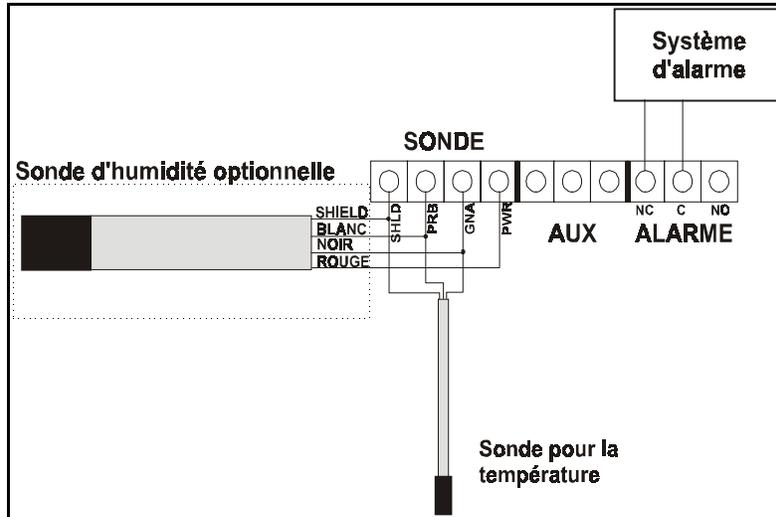
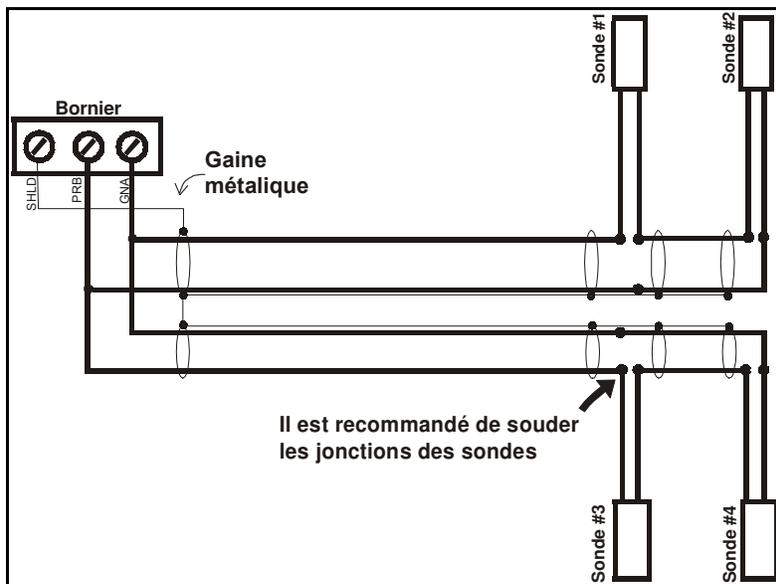

Fig. 4
Fig. 5
Les sondes pour la température et l'humidité utilisent un circuit bas voltage de classe 2. Les câbles peuvent atteindre une distance allant jusqu'à 500 pieds (150 mètres). Les connexions d'une sonde pour la température et d'une sonde pour l'humidité sont illustrées à la figure 4 tandis que les connexions des sondes pour une moyenne de la température sont illustrées à la figure 5.
Installez la sonde pour la température dans un endroit qui reflète le plus possible la température de la pièce à climatiser. Branchez les deux conducteurs et le blindage de la sonde pour la température aux bornes intitulées "Probe" du circuit imprimé de la base, (voir figure 4).
Quatre sondes pour la température sont nécessaires lorsque qu'une moyenne de la température est désirée pour une grande pièce. Placez les sondes dans des endroits appropriés afin d'avoir la meilleure moyenne possible de la température ambiante de la pièce (voir figure 5).
Installez la sonde pour l'humidité dans un endroit qui reflète le plus possible l'humidité de la pièce à climatiser. Branchez les 3 conducteurs et le blindage de la sonde pour l'humidité aux bornes intitulées "Probe" de la carte électronique de la base (voir figure 4).
Faites les branchements normalement ouvert (NO) ou normalement fermé (NC) comme indiqués à la figure 4.
ALARME. En opération normale, le circuit d'alarme du contrôleur est un court-circuit, alors qu'il est un circuit ouvert lorsque l'appareil est défectueux ou bien qu'il n'est plus alimenté (voir figure 4).